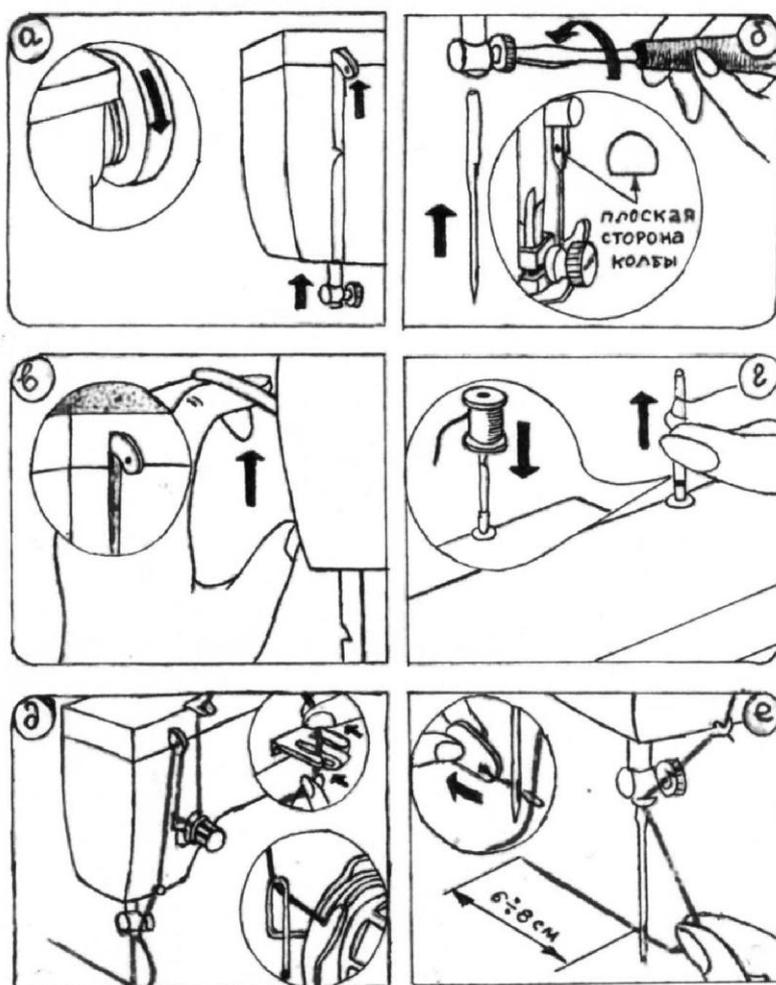

Рисунок 6.2 – Подготовка машины к работе и заправка верхней нити
1. Поворотом маховика на себя нитепритягиватель и игловодитель установите в крайнее верхнее положение (рисунок 6.2а).
2. Убедитесь, что плоская сторона колбы на игле повернута в сторону стержня лапки (рисунок 6.2б).
3. Поднимите лапку (рисунок 6.2в).
4. Поставьте катушку с нитками (рисунок 6.2г).
5. Заправьте нитку (рисунок 6.2д). Нитку можно заправить в иглу нитковдевателем (рисунок 6.2е).